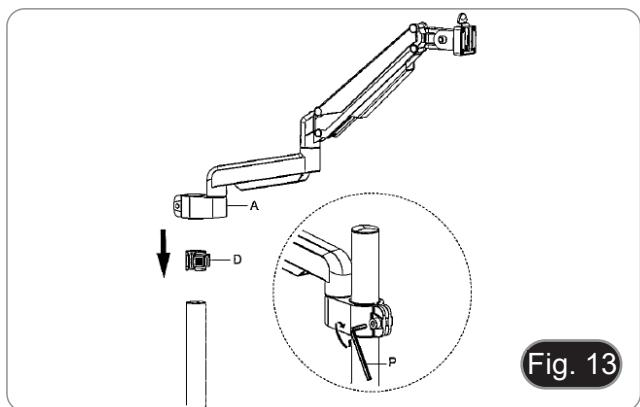

Fig. 13
6. Insérer l'anneau anti-chute (D) dans le pilier.
7. Insérer le bras flexible (A) et serrer la vis de fixation. (Fig. 13)